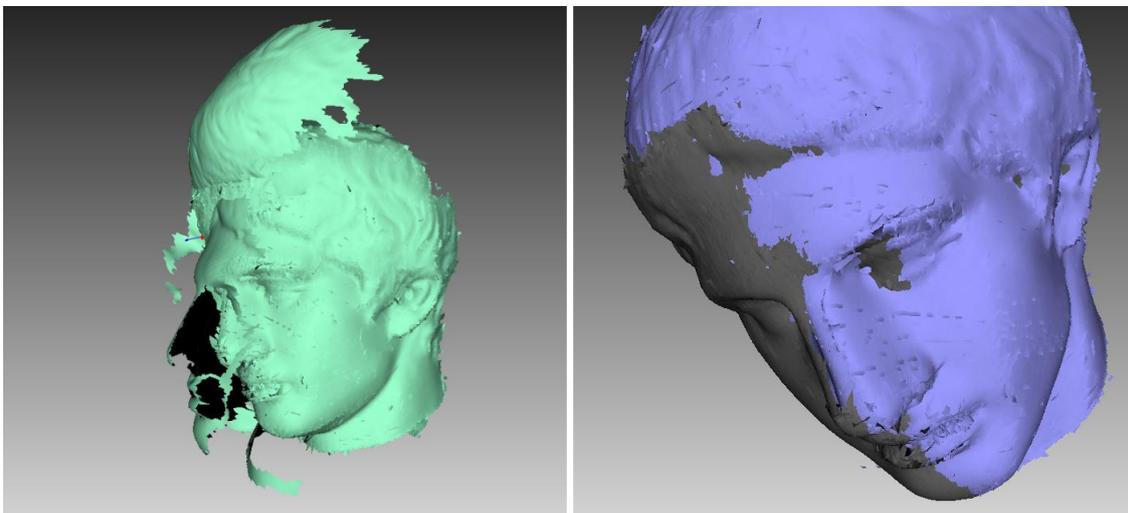

Рис. 9.23: Ошибки глобальной регистрации: некорректные настройки слева и разрыв между сканами справа.
- После окончания работы поверхности находятся в беспорядочном состоянии (см. левую иллюстрацию на Рис. 9.23) или положение поверхностей не изменилось. Обычно это связано с тем, что в приложение настроено для другого типа сканера, не для того, которым снимались данные. Измените тип устройства в настройках (см. Настройки алгоритмов).
- Алгоритм отработал успешно, но между двумя или большим количеством сканов наблюдается разрыв (см. Рис. 9.23, справа). Выберите на *Рабочей области* только эти сканы и запустите алгоритм глобальной регистрации для них. Если после отработки алгоритма сканы приблизились друг к другу, но не сошлись, запустите алгоритм снова, увеличив количество итераций, и повторяйте это до полной сходимости, после чего снова запустите глобальную регистрацию для всех данных.